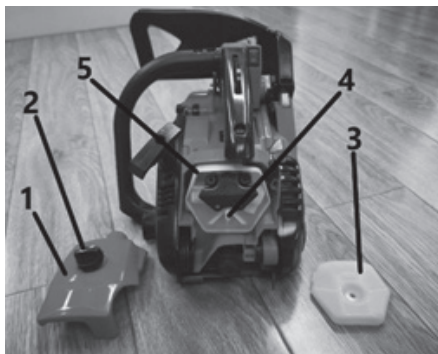

Рис. 20 Обслуживание воздушного фильтра
1. Открутите гайку 2 и снимите крышку 1 воздушного фильтра (Рис. 20).
2. Открутите гайку 4 и извлеките из корпуса фильтрующий элемент 3 (Рис. 20).
5. Очистите от загрязнений крышку и корпус 5 воздушного фильтра (Рис. 20). При очистке не допускайте попадания мусора в воздуховод.
1. Открутите барашковую гайку 2 и снимите крышку воздушного фильтра 1 (Рис. 20).
2. Снимите фильтрующий элемент 2 с корпуса 5 (Рис. 20).